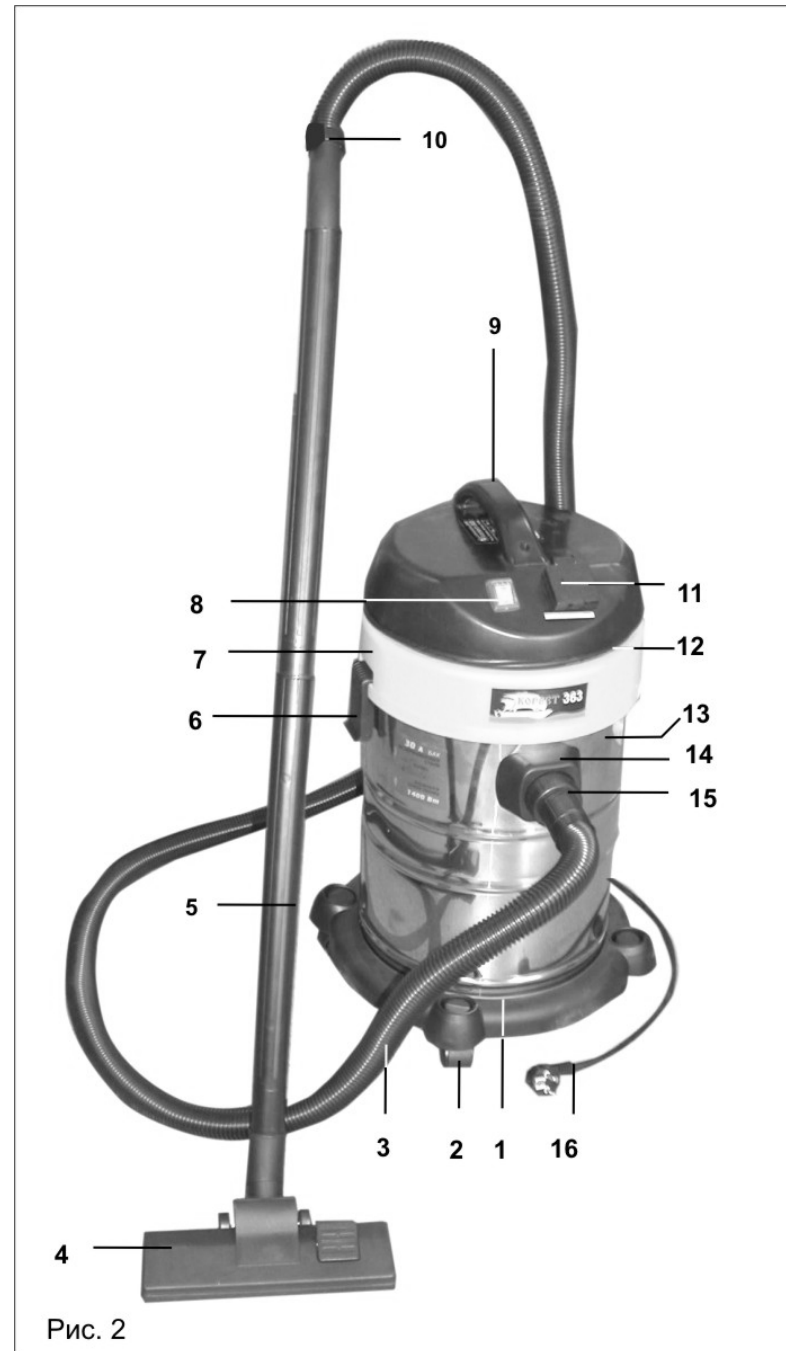

Рис. 2
Пылесос состоит из следующих сборочных единиц и деталей (Рис.2):
8.1. Установка роликов (Рис.2)
12.3. Регулярно очищайте ролики 2 (Рис.2) от пыли и грязи, а также от намотанной ворсы, ткани и т.п.